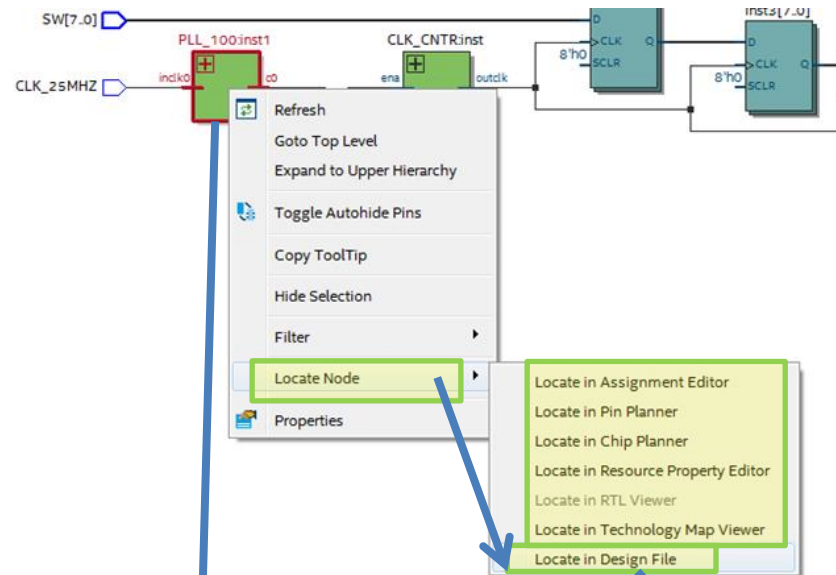
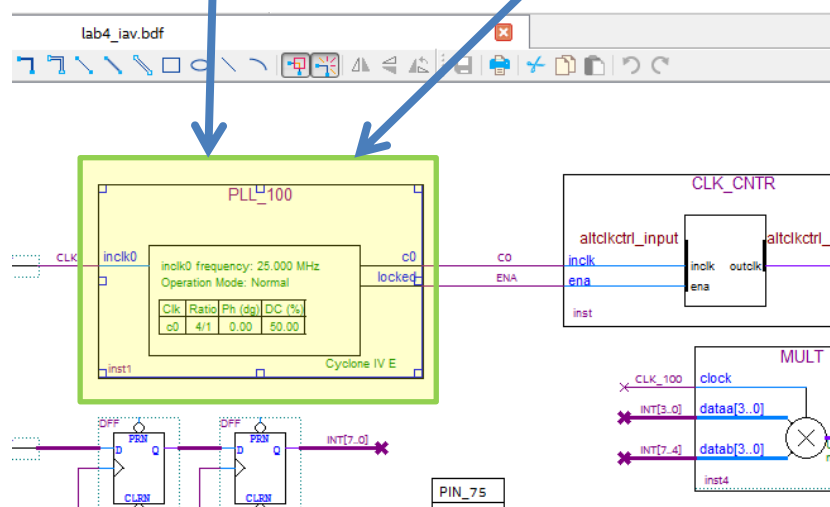

Рис. 47 Перекрестная ссылка из RTL Viewer в Schematic Editor
Рис. 48 Окно схематического редактора с выделенным в RTL Viewer компонентом
9.6. Выберите ПКМ компонент **PLL\_100** и далее **Locate Node=> Locate in Design File** (рис. 47). Откроется окно схематического редактора с выбранным компонентом в фокусе (рис. 48).
Таким образом, можно попасть из **RTL Viewer** в любой редактор (рис. 47).